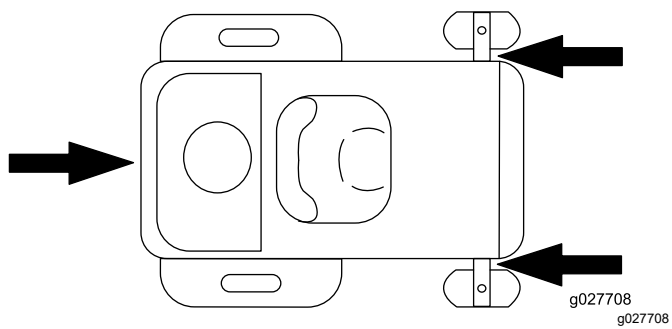

Bild 34
- Vergurten Sie die Maschine in der Nähe der vorderen Laufräder und dem hinteren Rahmen mit Riemen, Ketten, Kabeln oder Seilen (Bild 34). Ziehen Sie in Bezug auf Anforderungen für Befestigungen geltende Vorschriften zurate.